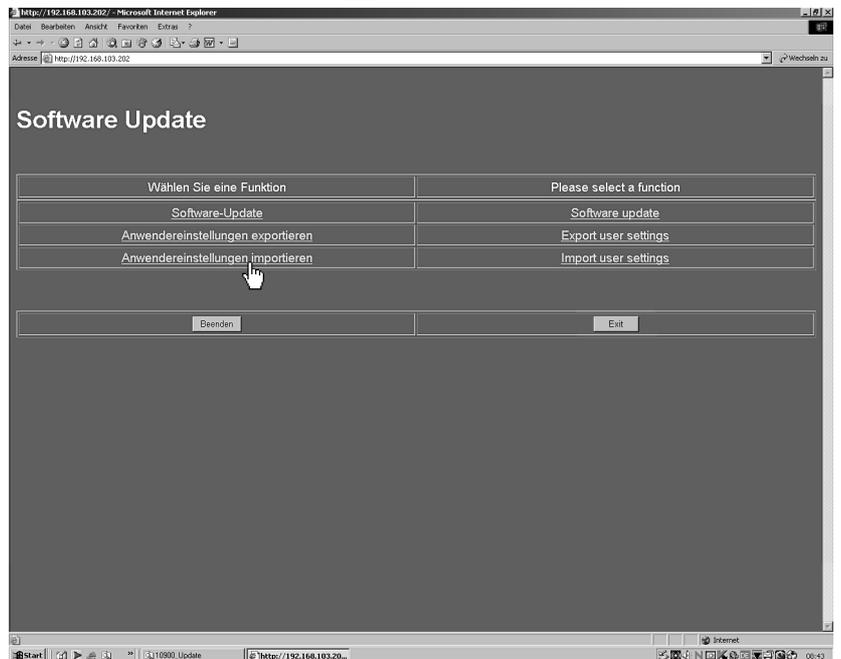

Bild 5-18: Anzeige des Software-Update-Programms in einem Internet-Browser
2. Im Browser-Fenster erscheint das Software-Update-Programm des SurroundMonitor 10900 (siehe Bild 5-18). Wählen Sie „Anwendereinstellungen importieren“. **Beachten Sie bitte die Hinweise auf der Import-Seite** (siehe Bild 5-19).
8. Klicken Sie auf die Schaltfläche „Zurück“ (siehe Bild 5-23), um auf die Startseite (siehe Bild 5-18) zurück zu kehren, und klicken Sie auf „Beenden“, um das Update-Programm zu verlassen (siehe Bild 5-18).